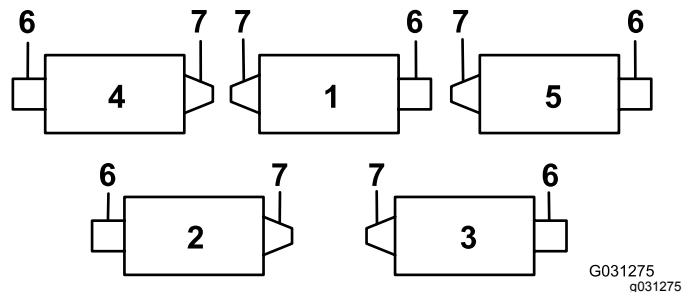
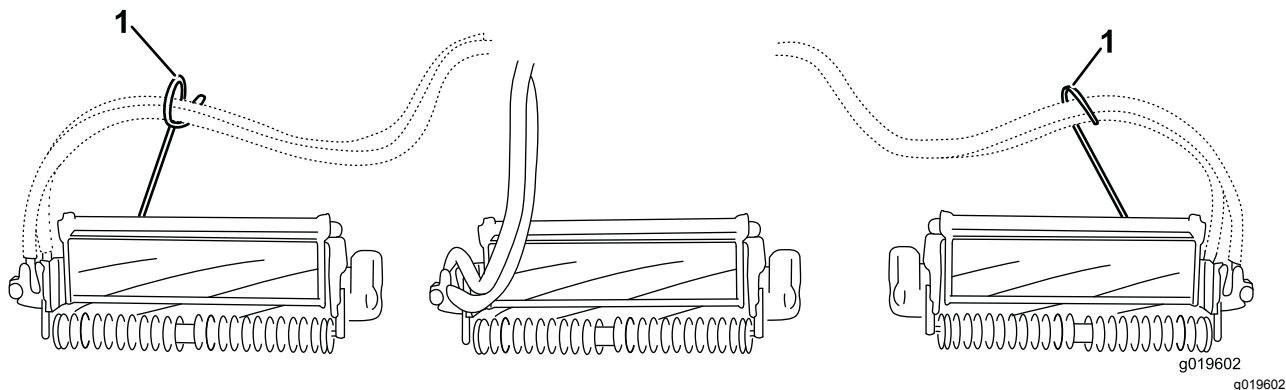
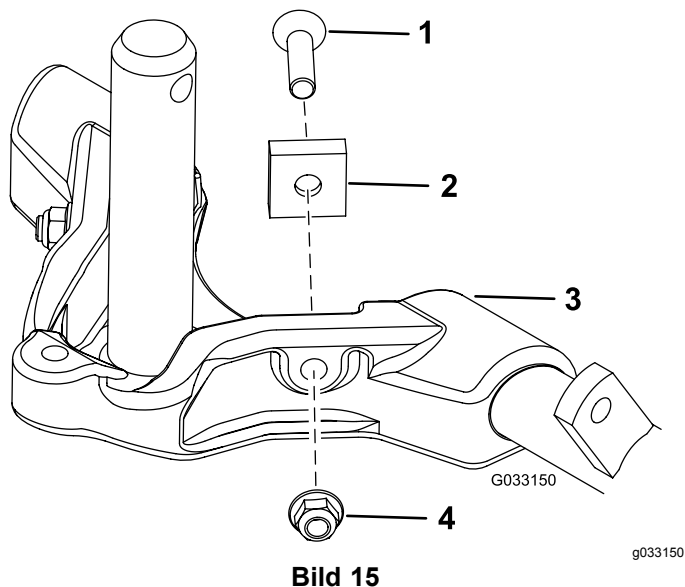

Bild 12
Bild 14
Bild 15
Wichtig: Montieren Sie an den Schneideinheiten Nr. 4 (vorne links) und Nr. 5 (vorne rechts) die Schlauchführungen mit den Befestigungsmuttern der Stangenhalterung vorne an den Schneideeinheitennasen. Die Schlauchführungen sollten sich zur mittleren Schneideinheit neigen (**Bild 12** bis **Bild 14**).
7. Verbessern Sie die Lenkung an den Heckschneideeinheiten, indem Sie die zwei Gelenkdistanzstücke, Sechskantschrauben und Bundmuttern (Bild 15) von den Trägerrahmen der Heckschneideeinheiten (Schneideeinheiten Nr. 2 und Nr. 3) entfernen, siehe Bild 12.